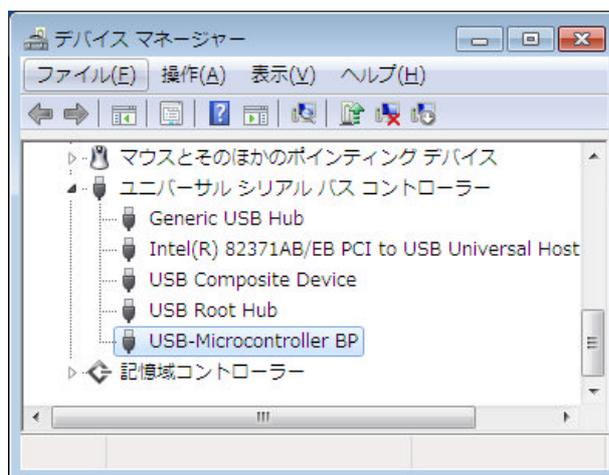

図 11 Windows 7 のドライバインストール確認
- ⑤ デバイスを USB ケーブルでパソコンに接続します。図 11 のように「デバイスマネージャー」の画面に「USBM-Microcontroller BP」(または、「USBM-Microcontroller SP」)と表示されれば、ドライバが正しくインストールされています。